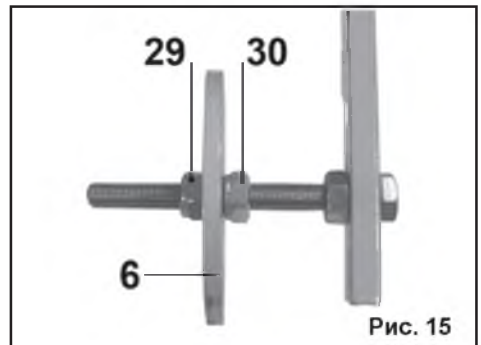

Рис. 15
8.4. Регулировка диска указателя (Рис. 15).